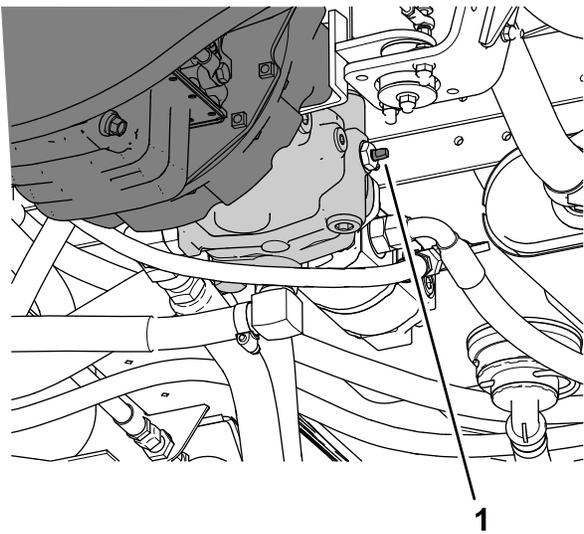

图 56
3. 将拖车阀图 56 向任意方向旋转 90° 打开拖车阀。